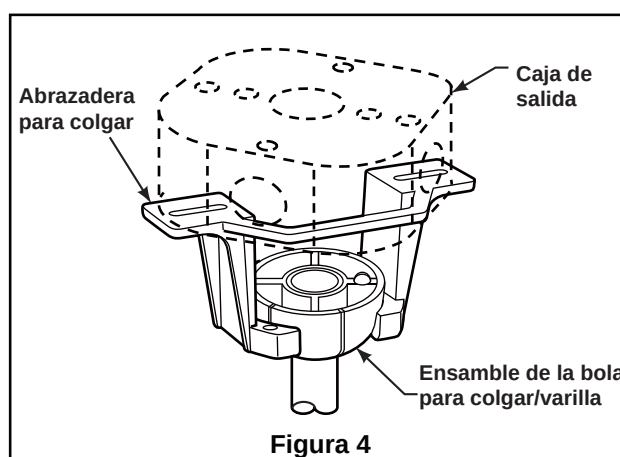

Figura 4
- ☐ **4.** Enrosque el soporte de la varilla y alinee los orificios de la clavija de horquilla en ambas piezas. Instale la clavija de horquilla y asegúrela con la pinza de horquilla. Fije los dos tornillos de presión y las tuercas de seguridad en el soporte de la varilla interior. (Figura 4)
- ☐ 2. Levante cuidadosamente el ventilador y coloque el ensamble de la bola para colgar/varilla en la abrazadera para colgar que acaba de fijar a la caja de salida. Asegúrese de que la ranura de la bola esté alineada con la lengüeta de la abrazadera para colgar. (Figura 4)